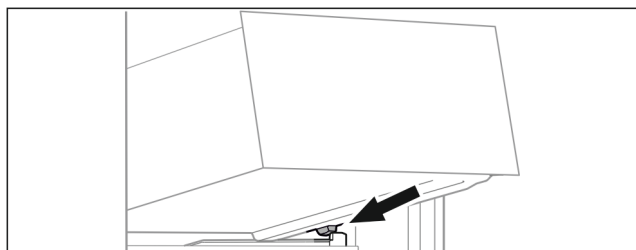

Fig. 76
- ▶ Stavite ladicu ukoso iza zaustavljača na žlijeb spremnika. (pogledajte Fig. 76)